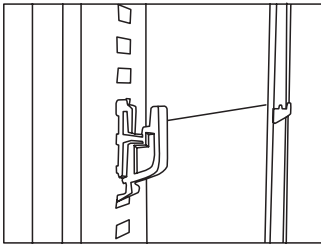

Abb. 9A
2. Den Tragarm in der gewünschten Höhe anbringen (Abb. 9A).